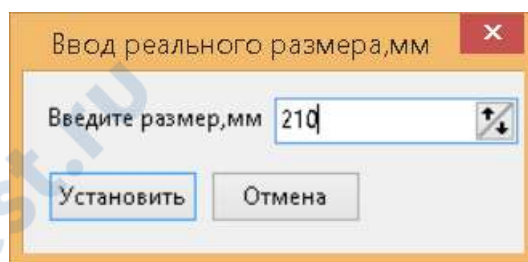

Рисунок 3 – Ввод реального размера, отмеченного экранной линейкой предмета
- нажать комбинацию клавиш Alt+К. В появившемся диалоге ввести реальный размер отмеченного линейкой расстояния (см. рисунок 3).
- нажать комбинацию клавиш Alt+K. В появившемся диалоге ввести реальный размер отмеченного линейкой расстояния (см. рисунок 3);